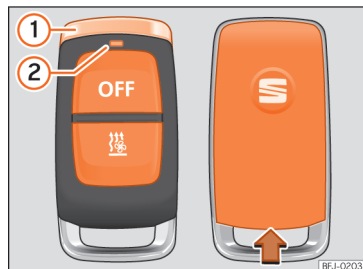

Abb. 138 Standheizung: Funkfernbedienung.
Die LED der Funkfernbedienung  **Abb. 138**
- Funkfernbedienung mit dem verchromten Stift » Abb. 138 ① senkrecht nach oben halten.
- Geeignetes Werkzeug, z. B. Schraubendreher, in Pfeilrichtung in die Aussparung des Gehäuses der Funkfernbedienung stecken » Abb. 138.
- Abdeckung entgegen der Pfeilrichtung schieben, bis sie einrastet » Abb. 138.